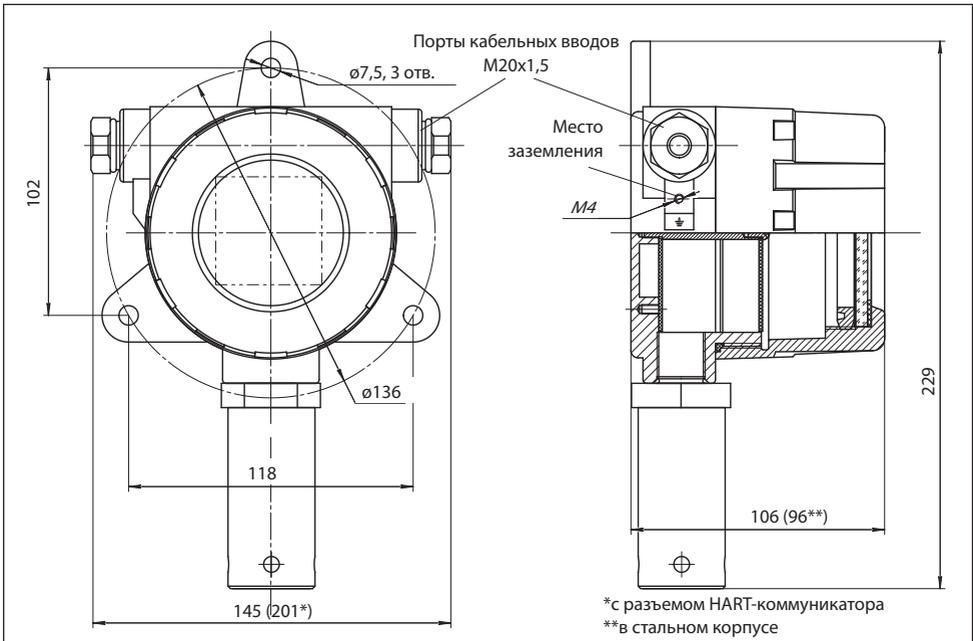

Рис.8. Габаритный чертёж ГС "Сенсон-СВ-5031-СМ"
ГС необходимо располагать так, чтобы интерфейсный модуль с ИСМ был направлен вертикально вниз (рис.8). Это препятствует попаданию влаги, пыли и посторонних предметов на фильтр газоанализатора. Наиболее простой способ монтажа – крепление к стене с помощью отверстий на фланце прибора, согласно рис.8.
10. Подключите провод заземления к прибору (см. рис.8). Рекомендуем конец провода заземления, подключаемого к прибору, опрессовать кабельным наконечником с круглым отверстием под винт М4.